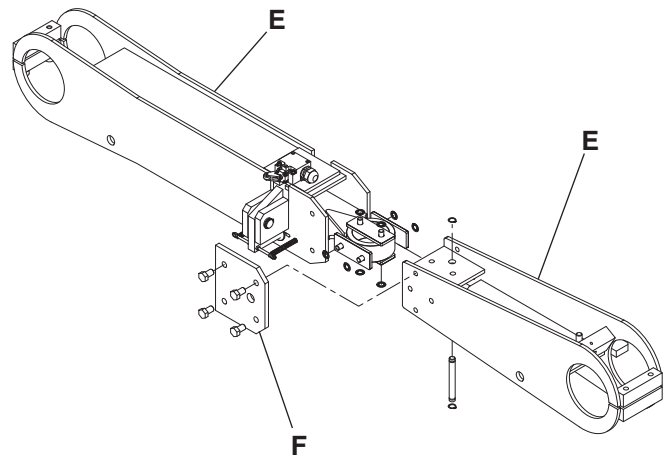

Fig. 11
- Montare le due semitraverse (E) secondo l'orientamento in figura (fig. 11).
- Montare piastra d'installazione (F) (fig. 11).
- Install the two cross member halves (E) aimed as shown in the figure (fig. 11).
- Install mounting plate (F) (fig. 11).
- Die beiden Querverbindungshälften (E) wie abgebildet, ausrichten (Abb. 11).
- Die Installationsplatte (F) montieren (Abb. 11).
- Monter les deux semi-traverses (E) en suivant l'orientation comme illustré à la figure (fig.11).
- Monter la plaque d'installation (F) (fig.11).
- Montar los dos semi-travesaños (E) siguiendo la orientación de la figura (fig. 11).
- Montar la placa de instalación (F) (fig. 11).